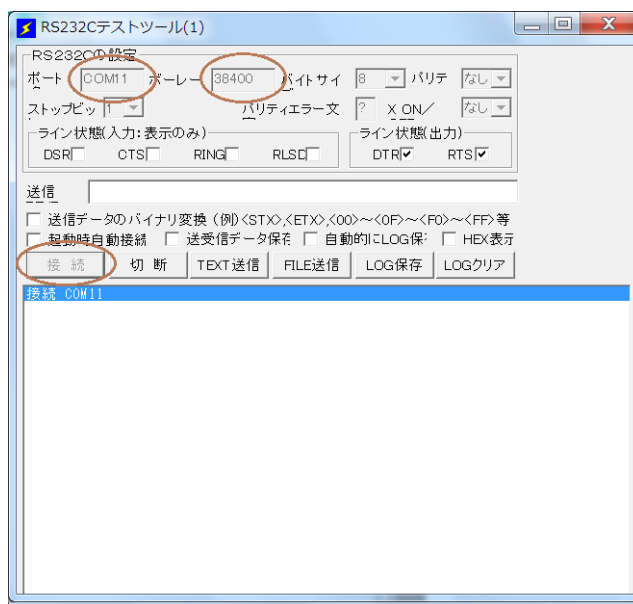

図 2-11 シリアル通信ポートとポートレートの設定
- スマート端末メイン画面にあるアイコンをクリックして、「nRF Master Control Panel」アプリを起動すると、図 2-11のような「Scanner」画面に「My Device」BLE デバイスが表示されます。「Connect」ボタンをクリックして、BLE デバイスに接続します。
- 5.スマート端末メイン画面にあるアイコンをクリックして、「nRF Master Control Panel」アプリを起動します。図 2-11のような「Scanner」画面に「New Name」BLE デバイスが表示されれば、デバイス名の変更が成功したことを示します。